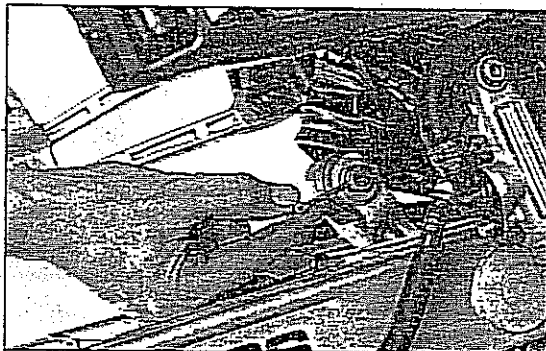

Bild 182
- Am Relaisarm mit Bolzen und neuem Splint befestigen. Siehe Bild 182.